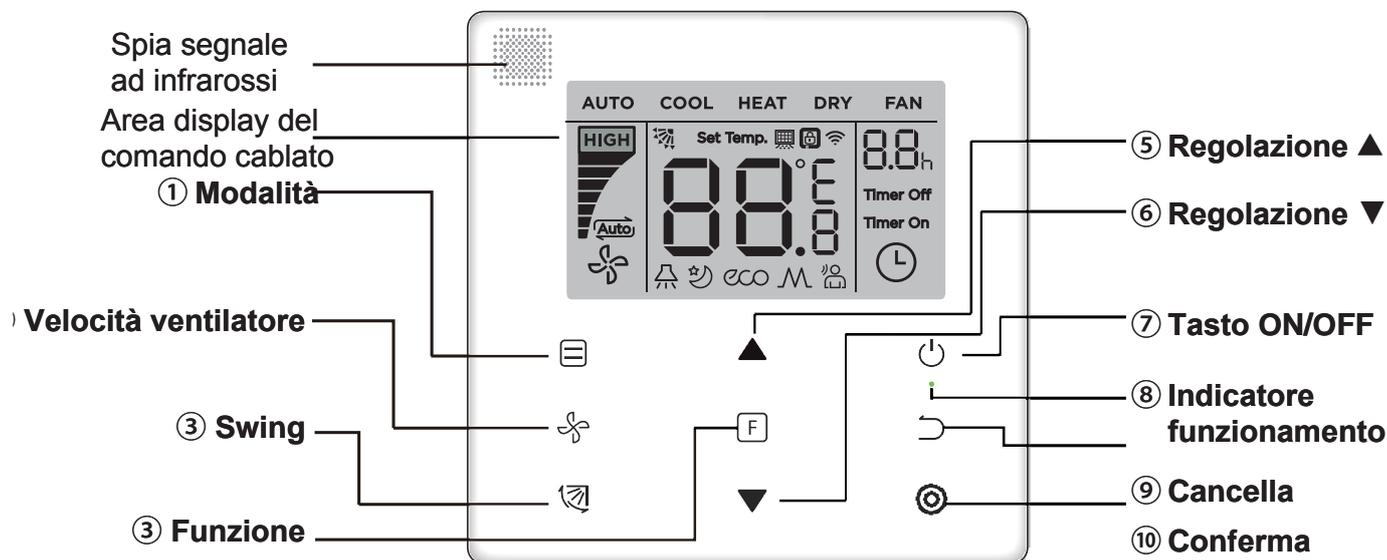

fig. 16
8.7 ASPETTO DEL COMANDO REMOTO A CAVO (FIG. 16)